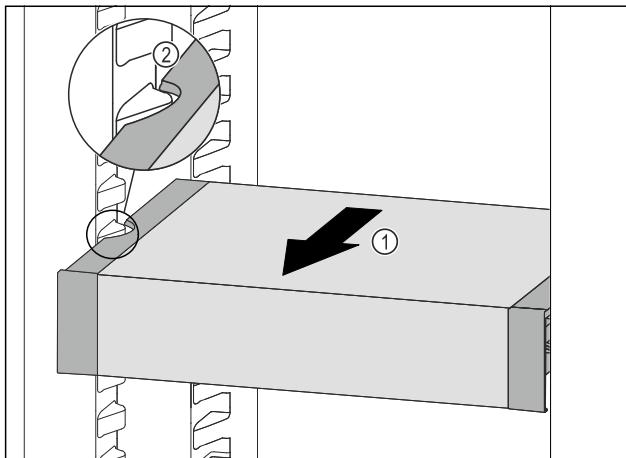

Fig. 72
- Predal VarioSafe povlecite v smeri naprej Fig. 72 (1), dokler nista stranska izreza predala VarioSafe na višini nastavka za posodo v hladilniku. Fig. 72 (2)